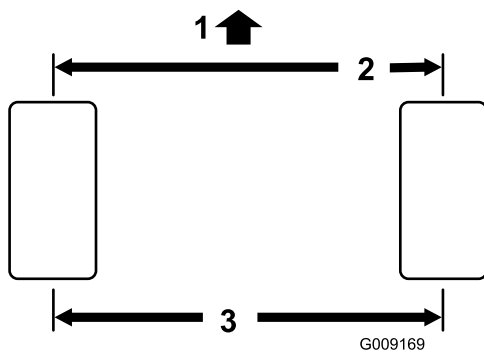

図 47
1. 後輪の前と後ろで、左右のタイヤの中央線間距離を測る (アクスルの高さ位置で計測)。前での計測が 3 mm小さければ正常である (図 47)。